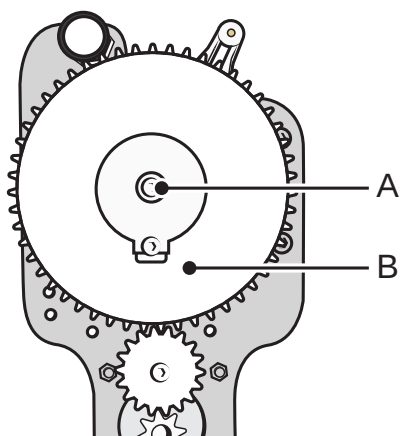
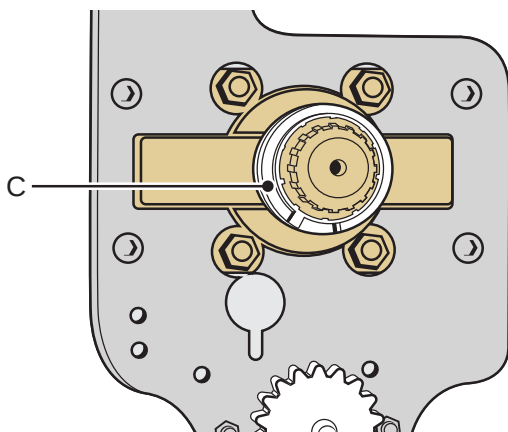

Figure 127
Figure 128
5. Retirez la vis centrale (A) et la rondelle frein de la grande molette (B). Voir Figure 127. Retirez UNIQUEMENT la vis centrale.
6. Positionnez la grande molette (B) conformément à la Figure 127.
7. Retirez la grande molette (B).
8. Retirez la bague d'arrêt (C). Voir Figure 128.
9. Refixez la grande molette sur les cannelures du mitigeur conformément à la Figure 127.